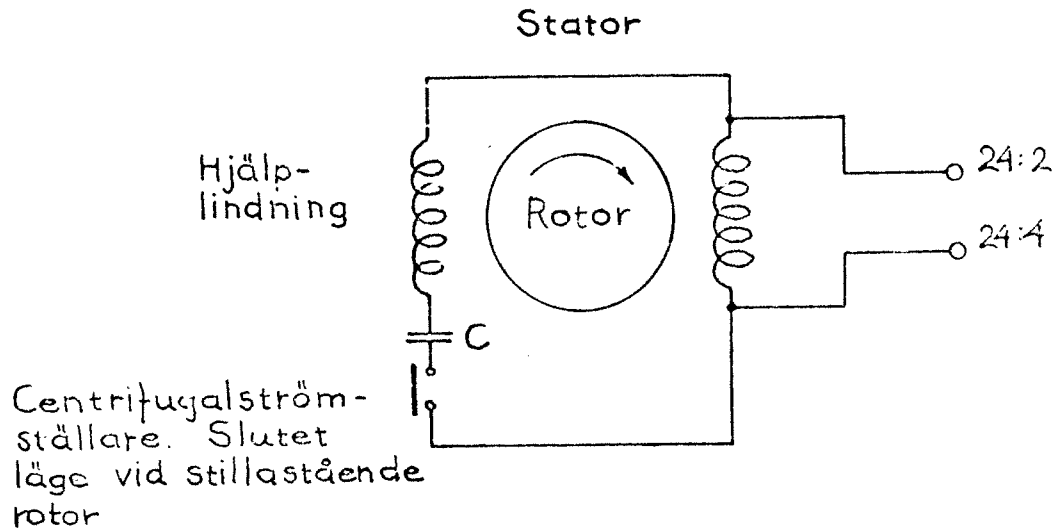

Bild 38
- . Kontrollera att fjäderkraften är tillräcklig för att sluta centrifugalströmställaren när motorn står stilla. Se bild 38.